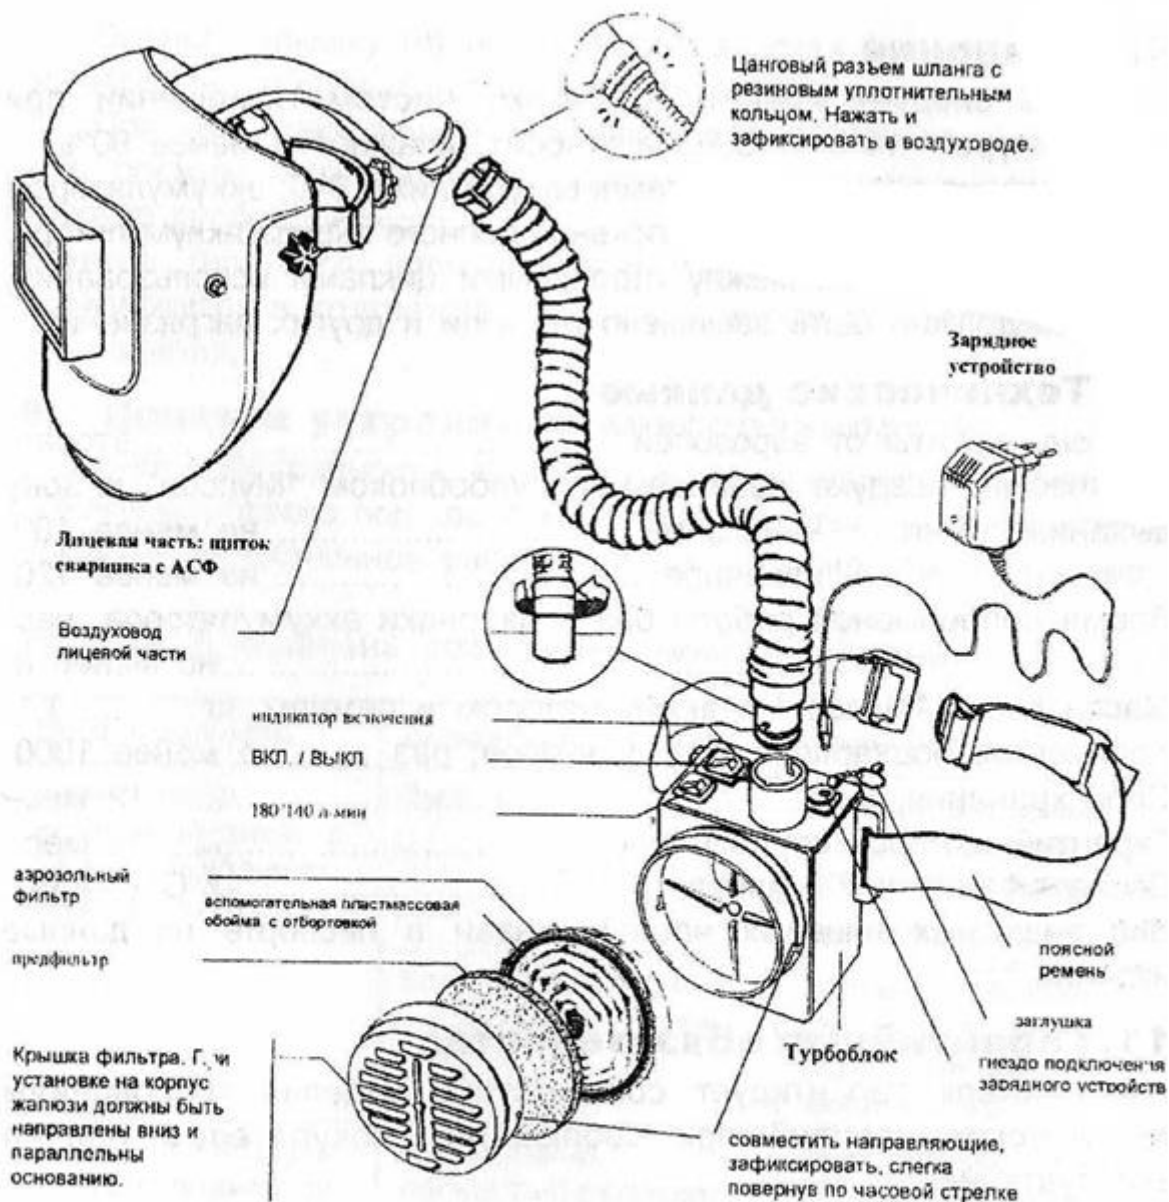

Рис. 1
1. Включите турбоблок "Муссон" (Рис. 1) нажатием переключателя ON (ВКЛ.) Загорится зеленый светодиод на верхней панели турбоблока.